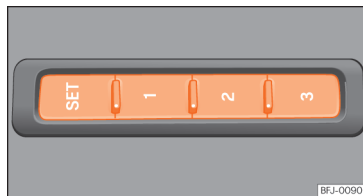

Fig. 101 En el lateral exterior del asiento del conductor: teclas de memoria.
- Pulse la tecla **SET** durante más de 1 segundo >>> fig. 101.